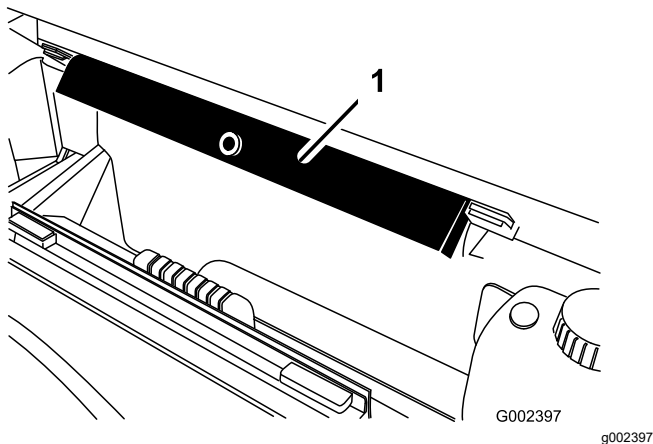

Bild 1
- B. Nehmen Sie die Ladepritschenstütze aus den Einlagerungshalterungen hinten an der Überrollschutzplatte ab (Bild 1).